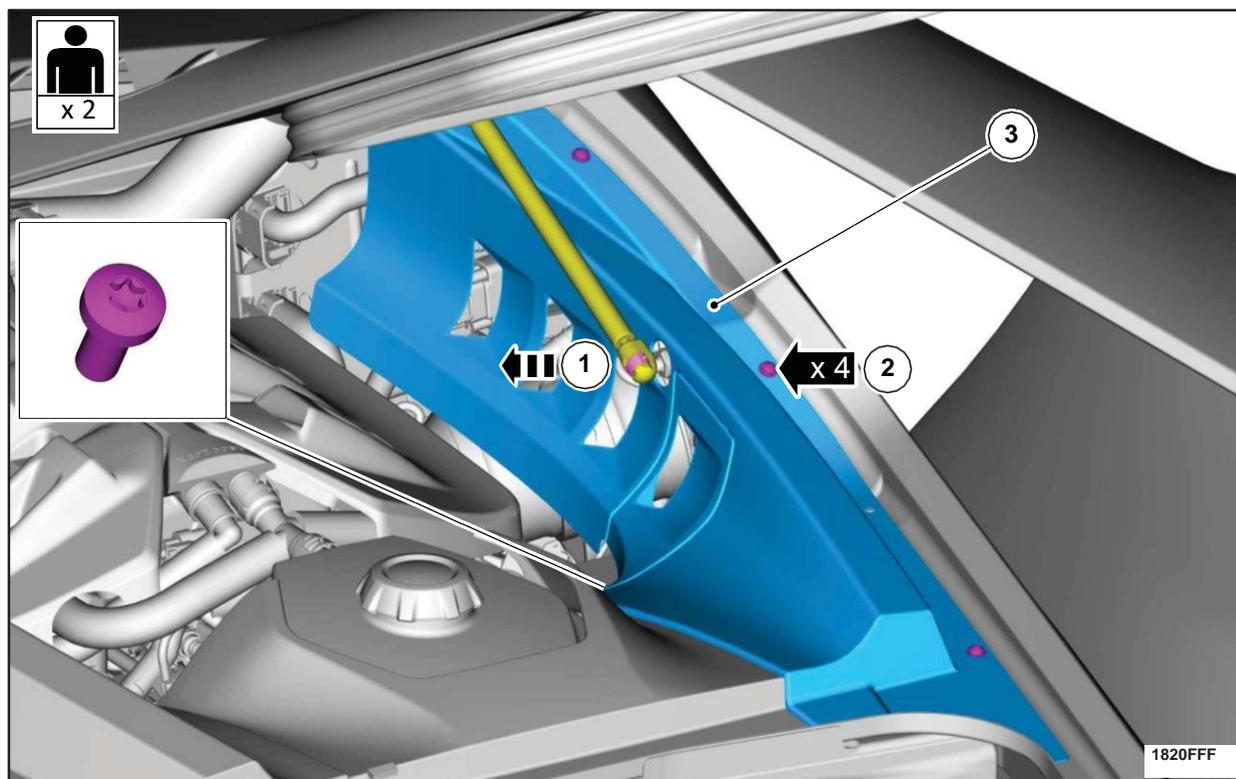

FIGURE 19
22. Déposer la tuyère droite du compartiment moteur. (Figure 19)
48. Installer la tuyère droite du compartiment moteur. (Figure 19)